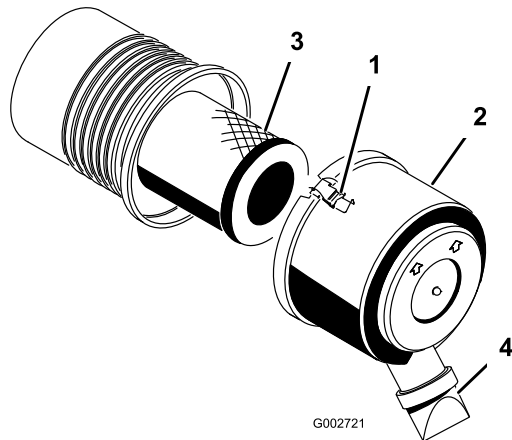

Figura 29
1. Rilasciate i fermi che fissano il coperchio del filtro dell'aria al relativo corpo (Figura 29).